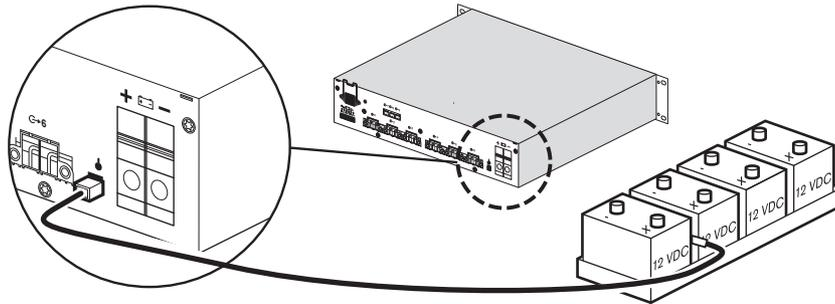

Bild 6.6 Anschließen des Temperatursensors
2. Bringen Sie den Sensor so nah wie möglich an der Batterie an, und zwar mit einer guten thermischen Verbindung, um die richtigen Temperaturinformationen zu erhalten. Der Sensor kann beispielsweise mit dem Batteriebehälter verbunden oder zwischen den Batterien platziert werden. Siehe *Bild 6.6*.